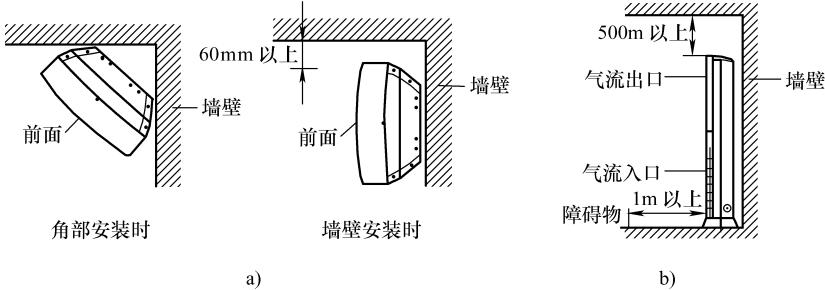

图 5-2 室内机安装空调器示意图
1) 室内机安装位置的选择。在邻近外侧墙的地方安装室内机，以方便与室外机的管线连接；室内机安装在空气进出口没有障碍物处；水平安装在稳固的硬质表面，以防产生振动及噪声；不要将室内机安装于有人频繁进出的门附近；要使室内机附近的障碍物（窗帘等）不至于阻挡空气吸入口。要想有效利用安装空调器，可角部安装或墙壁安装，室内机安装空调器示意图如图 5-2 所示。